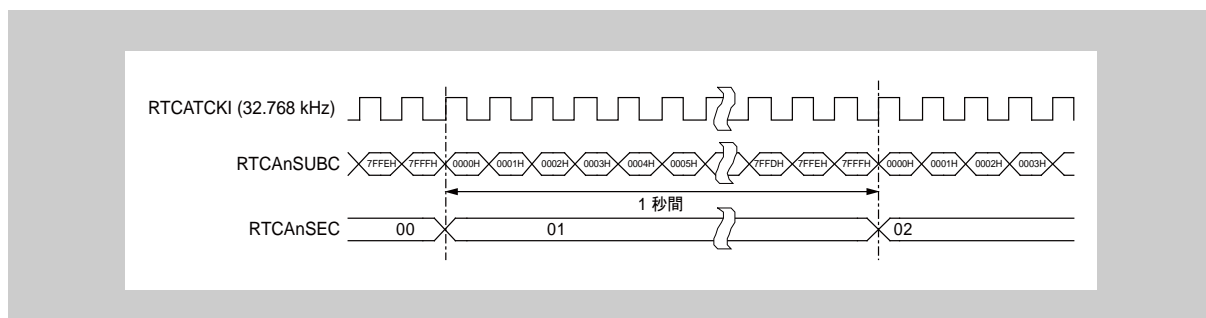

図 19-2 RTCATCKI = 32.768 kHz, クロック誤差補正不要
**RTCATCKI = 32.768 kHz** 図 19-2 「RTCATCKI = 32.768 kHz, クロック誤差補正不要」に、RTCATCKI が公称クロック速度 32.768 kHz に一致している場合のタイミング図を示します。この場合、クロック誤差補正は必要ありません。